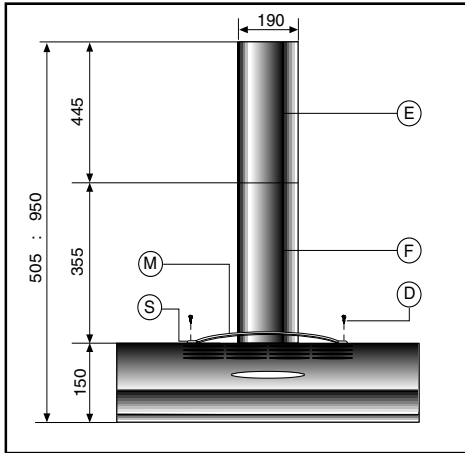

Fig.1
Posizionare il vetro veletta completo di supporti (V) come indicato in fig. 1, e fissare alla cappa con le apposite viti.
Posizionare La maniglia (M) ed i due supporti destro (D) e sinistro (S), come indicato in fig. 1, e fissare alla cappa con le apposite viti.